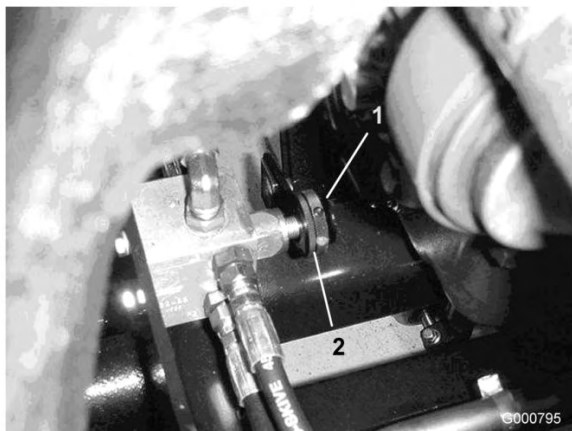

Figura 90
5. Per gli elementi di taglio posteriori accedete alla valvola antistante il ponte posteriore (Figura 90).
6. Allentate la manopola di fissaggio dell'anello di bloccaggio (Figura 90).